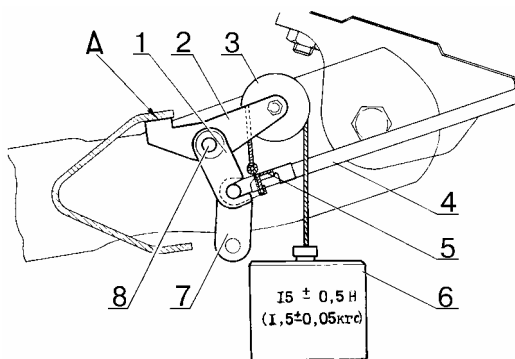

Рис.4. Регулировка привода регулятора давления:
2.3.3 Отсоединить серьгу 7, рис.4, от пальца 8 кронштейна рычага задней подвески и опустить серьгу вниз (отвёртка плоская, плоскогубцы).
2.3.7 Установить на палец 8 шаблон 1. При правильной регулировке привода регулятора давления рычаг 4 должен входить в паз шаблона 1, как показано на рис.4. При необходимости отрегулировать привод (шаблон 67.7834-9512/01);
2.3.10 Переместить кронштейн 3 влево или вправо до положения, при котором рычаг 4, рис.4, войдет в паз шаблона 1. Затянуть болты 2 и 13, рис.1, в этом положении (ключ кольцевой 13);
2.3.11 Снять приспособление и установить серьгу 7, рис.4, на палец 8 (отвёртка плоская, плоскогубцы);